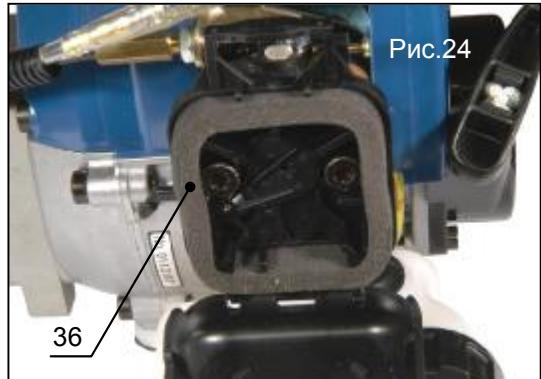

Рис.24
- Выньте воздушный фильтр (поз.36, рис.24) и почистите его кисточкой или мягкой щёткой.